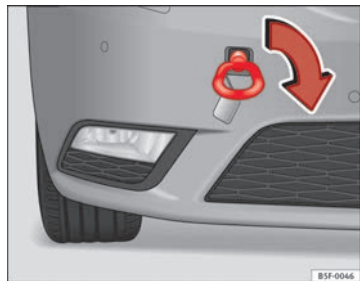

Fig. 128 Parte derecha del parachoques delantero: Argolla de remolque enroscada
- Atomille la argolla de remolque hasta el tope en la rosca ⇒ **fig. 128** y apriétela con la llave de rueda.